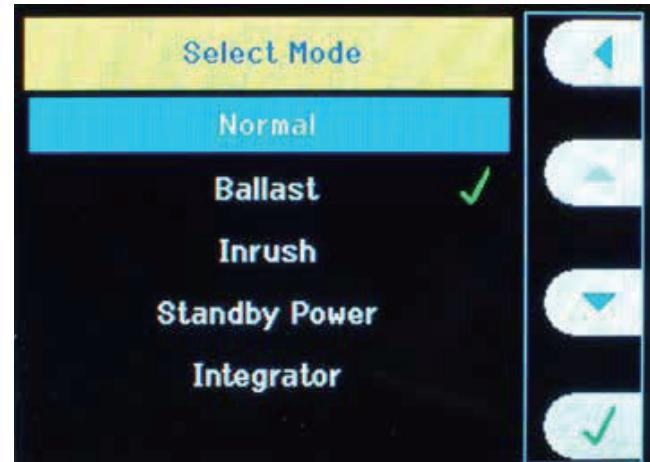

图 16. 镇流器选择模式窗口。
- 按菜单→ Modes → Select Mode → 勾选 Ballast，如图 16 所示。